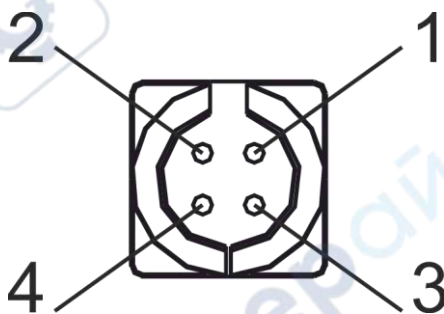

Рисунок 3.11 Разъем интерфейса RS-485
Преобразователь, изображенный на рисунке 3.10, можно подключить к измерительному блоку с помощью кабеля-удлинителя (см. рисунок. 3.11).
- 4.3 Для всех исполнений кроме ИВТМ-7 М 2(-Д)-В, ИВТМ-7 М 3(-Д)-В соединить измерительный блок с измерительным преобразователем напрямую или кабелем-удлинителем (см. рисунок 3.11). В случае если анализируемая среда предполагает содержание механической пыли, паров масла принять меры по их устранению.